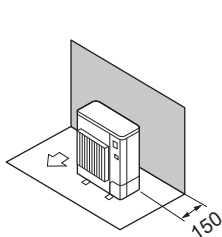

Fig. 2-7
- ① Окружающие предметы - только сзади (Fig. 2-7)